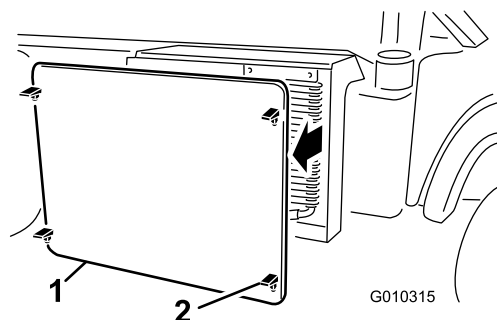

Figura 61
2. Abra los enganches y retire la rejilla del radiador de la parte delantera del radiador (Figura 61).